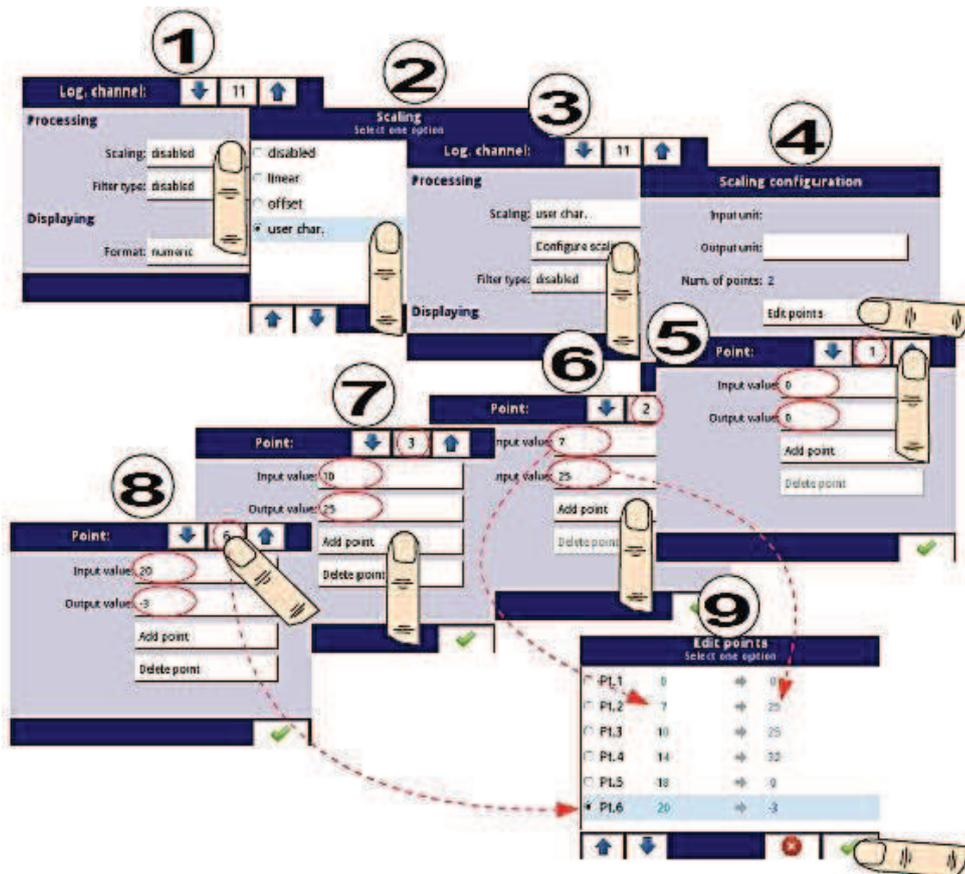

Fig. 7.41. Configurando la característica del usuario
1. Presione el botón al lado de la etiqueta de **Escalar** y seleccione la opción de **características del usuario** (punto (1) y (2) en la Fig. 7.41).
2. Presione el botón **Configurar escala** e ingrese al menú de **Configuración de escala** (punto (3) en la Fig. 7.41).
4. Presione el botón **Editar puntos** (punto (4) en la Fig. 7.41) y vaya al menú **Editar puntos**.
Para el **punto 1**, configure el valor de entrada y salida (punto **(5)** en la Fig. 7.41).
5. Cambie al **punto 2** utilizando las teclas de flecha y también establezca el valor de entrada y salida allí (punto **(6)** en la Fig. 7.41).
8. Al final, verificamos todos los puntos definidos haciendo clic en el botón central entre las flechas en la esquina superior derecha de la pantalla (punto **(8)** y **(9)** en la Fig. 7.41).